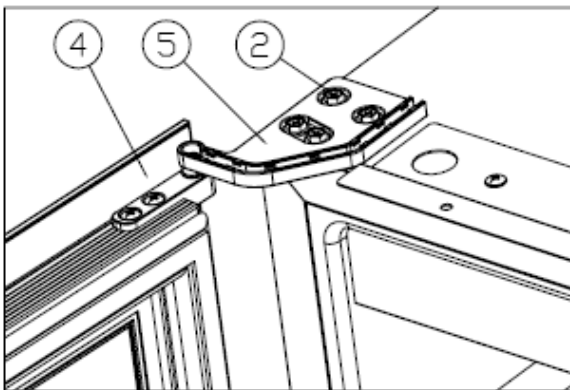

Abb. 6
- ✧ Die Tür (4) um 180 Grad wenden, das untere Scharnier montieren und die M5*16-Schrauben anziehen (2). [Abb. 6] Das Wechseln des Türanschlags ist erfolgt.